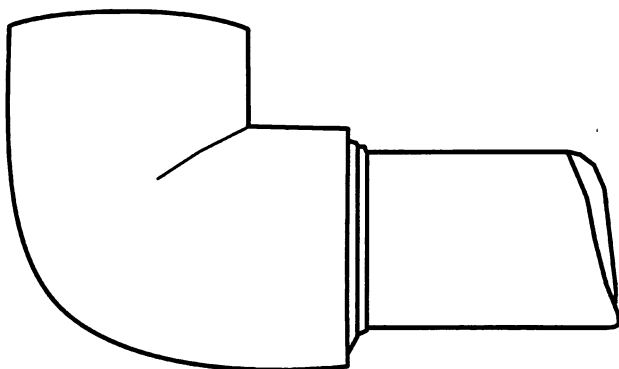

Рис. 20. Буртик, образовавшийся после сварки
- на наружном диаметре трубы в месте соединения с фитингом должен образоваться буртик (рис. 20).